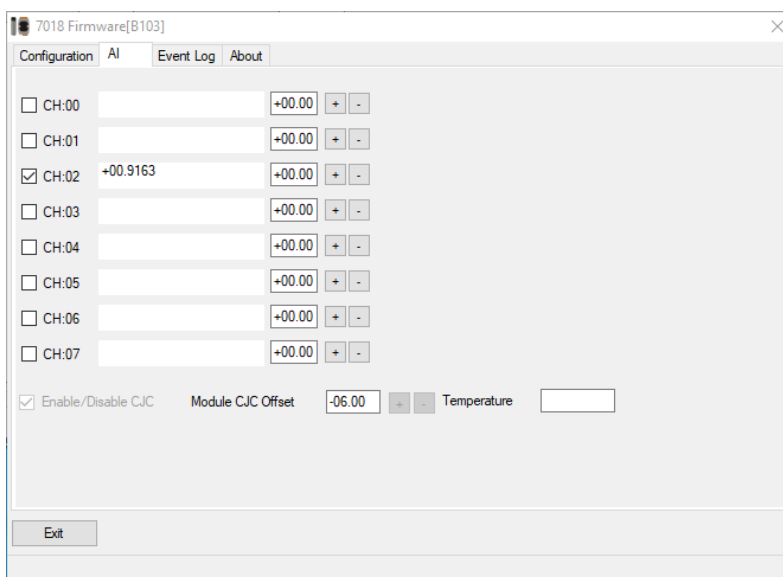

Рис. 4.8. Вікно для призначення номеру вимірюваного каналу
4.2.3.4. Обрати номер вимірюваного каналу (CH) у вікні AI (рис. 4.8). Після призначення мишею вимірюваного каналу у відповідному полі з'явиться значення вимірюваного параметра.